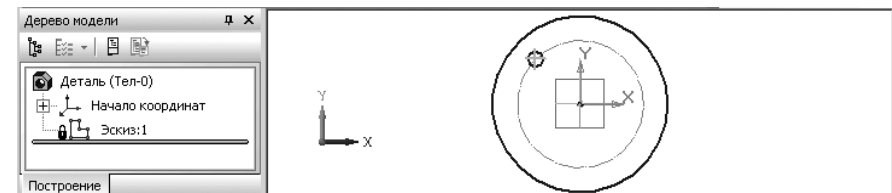

Рис. 8.42. Круглая крышка, осевая окружность и объект копирования – окружность для отверстий
- щелкните повторно по кнопке **Окружность** для закрытия данной команды. Появятся на круглой крышке, осевая окружность и объект копирования – окружность для отверстия (рис. 8.42).